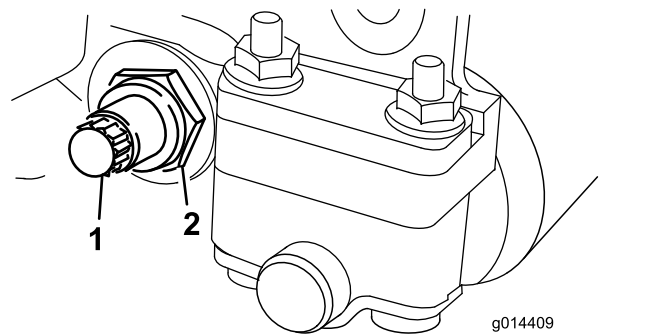

Bild 19
3. Lösen Sie an jeder Seite der Maschine die Klemmmutter, mit der die Schraube des Untermesserträgers befestigt ist (Bild 19).
4. Nehmen Sie jede Schraube des Untermesserträgers ab, damit der Untermesserträger nach unten gezogen und von der Maschine entfernt werden kann (Bild 19).